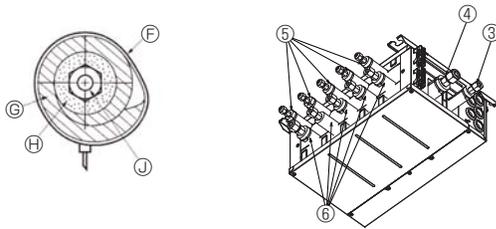
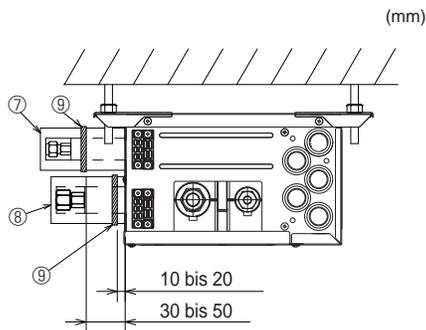

Fig. 7-4
Fig. 7-5
- Isolieren Sie die Flüssigkeits- und Gasleitungen des Verteilerkastens, indem Sie hitzebeständigen Polyethylen-Schaumstoff fest um die Rohrleitungen herum anbringen. (Fig. 7-4)
- (5) Drücken Sie die Rohrabdeckungen ③ und ⑤ an den Flüssigkeitsleitungen gegen das Gerät und umwickeln Sie sie, um sie zu befestigen. (Fig. 7-4)
- (6) Drücken Sie die Rohrabdeckungen ④ und ⑥ an den Gasleitungen gegen das Gerät und umwickeln Sie sie, um sie zu befestigen. (Fig. 7-4)
- (7) Bringen Sie die mitgelieferten Bänder ⑨ in einem Abstand von etwa 10 - 20 mm von den Enden der Rohrabdeckungen (③④⑤⑥) an.
- (8) Wenn das Innengerät nicht angeschlossen wird, bringen Sie die mitgelieferten Rohrabdeckungen (mit Kappen, ⑦ und ⑧) an den Kältemittelleitungsanschlüssen des Verteilerkastens dicht am Gerät an, um zu verhindern, dass Kondensat von den Rohrleitungen tropft. (Fig. 7-5)
- (9) Klemmen Sie die Rohrabdeckungen (⑦⑧) mit den mitgelieferten Bändern ⑨ fest.
- Ⓣ Band (3.1 Zubehör Nr. ⑨)
- ⓓ Rohrabdeckungen (3.1 Zubehör Nr. ③④⑤⑥)
7.2 Handhabung von Anschlüssen, die nicht an ein Außengerät angeschlossen sind (Fig. 7-5)